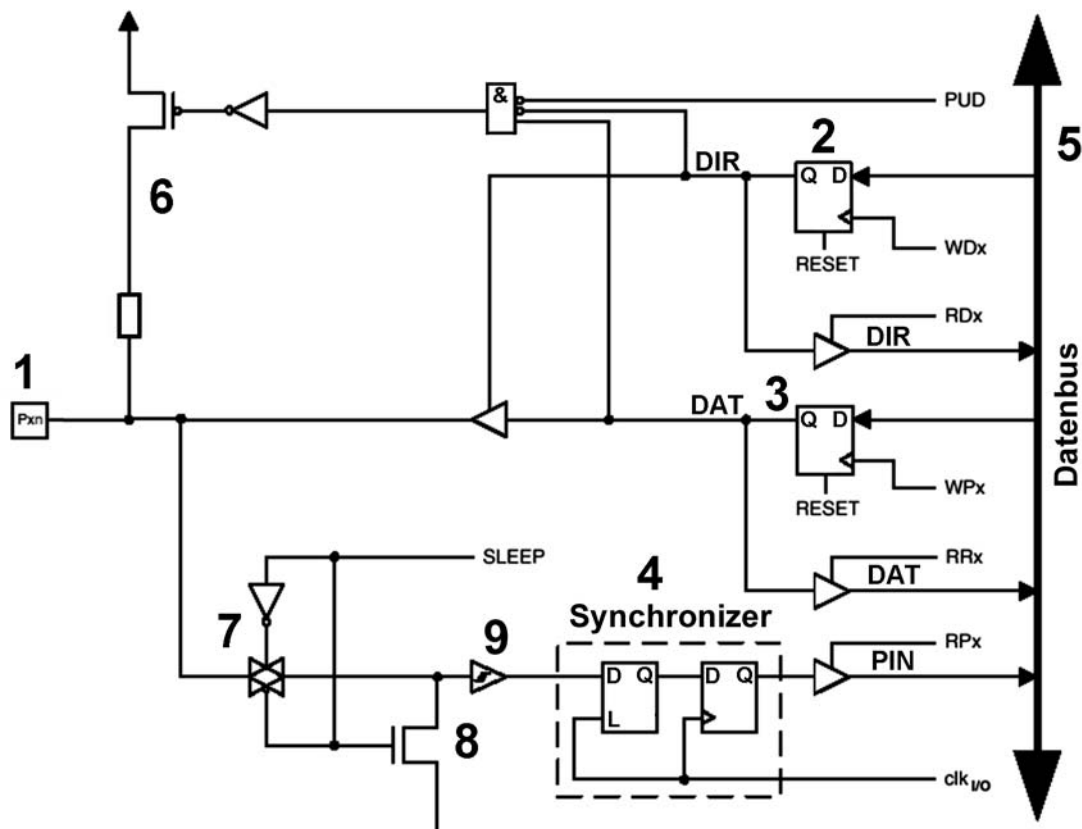

Abb. 1.32 Mikrocontroller-Port. Eine einzelne Bitposition (nach Atmel)
- in Mikrocontrollern: die E-A-Ports enthalten Synchronisationsvorkehrungen (Abb. 1.32). Anschließen asynchroner Signale unbedenklich möglich.